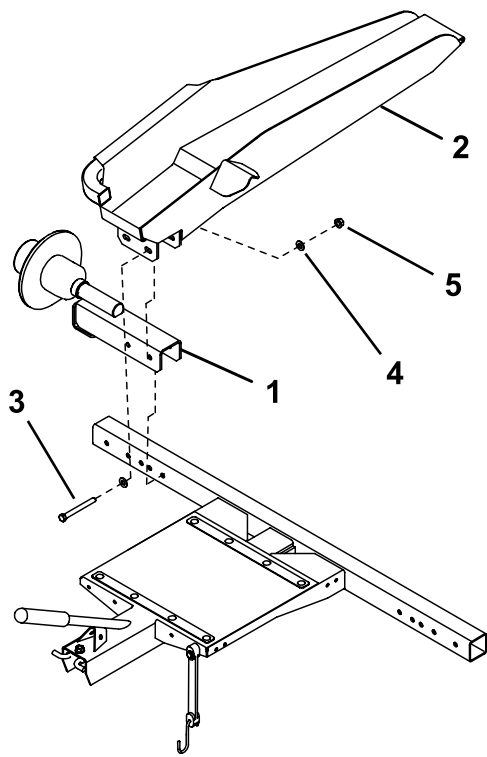

图3
2. 使用 2 个螺栓 $\frac{3}{8}$ x 3 英寸、4 个垫圈和 2 个螺母将轮轴总成和斜面总成图3或轨总成图4安装至机架的各端。